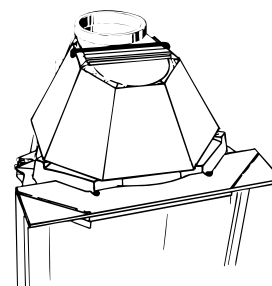

Fig. 10
7. Sett skjoldet på røykklokken som vist på fig. 10.